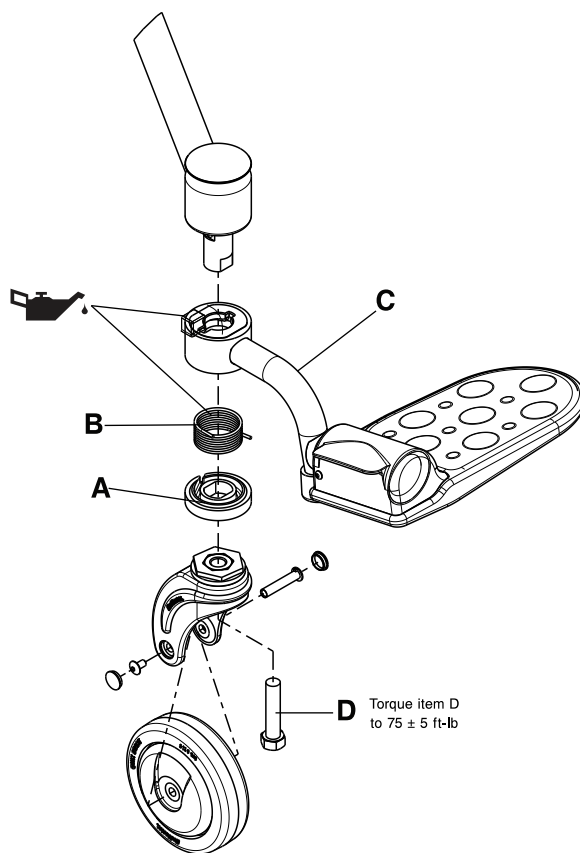

Rysunek 12-26: Wymiana zespołu przedniego kółka samonastawnego
2. Za pomocą oskarda zdjąć osłony nakrętek tulejowych osi kółek samonastawnych i zachować je (C) (Rysunek 12-26 na stronie 12-44).
3. Za pomocą kluczy imbusowych 5/32 cala wyjąć nakrętkę tulejową osi (B) i śrubę zabezpieczającą oś (D). Wyrzucić nakrętkę tulejową osi i śrubę zabezpieczającą oś.
4. Uchwycić przednie kółko samonastawne (A) i wyciągnąć, aby wyjąć kółko z widełek (E). Wyrzucić przednie kółko samonastawne.
5. Za pomocą nasadki o rozmiarze 3/4 cala i klucza zapadkowego 3/8 cala zdjąć nakrętkę (F), aby wyjąć widełki (E) z głównej ramy. Wyrzucić widełki.
6. Wykonać czynności 2-5 w odwrotnej kolejności, aby zainstalować dostarczony zespół przedniego kółka samonastawnego. Za pomocą klucza dynamometrycznego 3/8 cala (stopy-funty), dokręcić śrubę (F) do  $75 \pm 5$  stóp-funtów ( $102 \pm 7$  Nm). Za pomocą klucza dynamometrycznego 3/8 cala (cale-funty), dokręcić śrubę zabezpieczającą oś (D) do  $70 \pm 10$  cali-funtów ( $8 \pm 1,1$  Nm).
**Uwaga:** Głowica nakrętki tulejowej osi (B) jest zorientowana (Rysunek 12-26 na stronie 12-44). Odpowiednio ustawić nakrętkę w widełkach kółka (E).